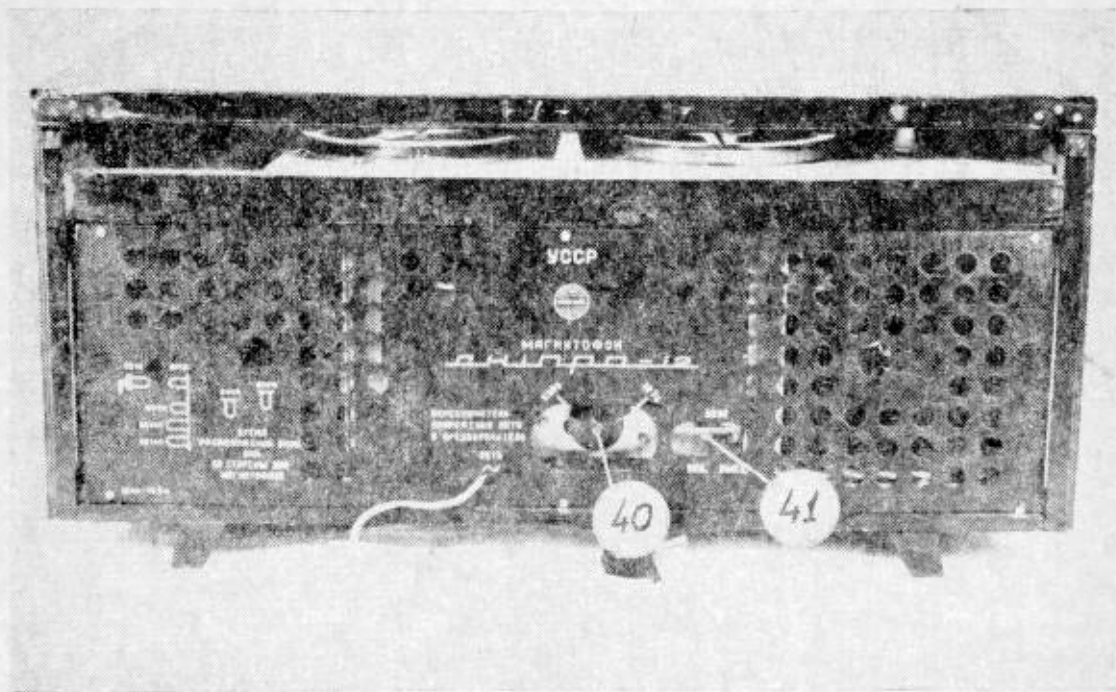

Fig. 3.
1. Выключатель сети и переключатель скорости (1)
2. Регулятор уровня усиления в канале записи (2)
3. Регулятор уровня усиления в канале воспроизведения (3)
4. Переключатель рода работ («ЗАПИСЬ» — «ВОСПР»). (4)
5. Ручка управления лентопротяжным механизмом (5)
6. Регулятор тембра по высоким частотам (6)
7. Регулятор тембра по низким частотам (7)
8. Рычаг мгновенной остановки движения ленты («СТОП»). (8)
- На задней стенке магнитофона (см. рис. 3).
9. Выключатель звука, отключающий громкоговорители (41)
10. Переключатель напряжения сети, одновременно являющийся держателем предохранителя (40)
37. Проверить, правильно ли установлен переключатель напряжения сети 40. Стрелка на нем указывает на цифровое обозначение (на задней стенке) напряжения, на которое включен магнитофон (рис. 3).
40. Включите штеккер микрофона в гнездо «МИКР». При этом громкоговорители необходимо отключить выключателем звука на задней стенке магнитофона 41 (рис. 3).